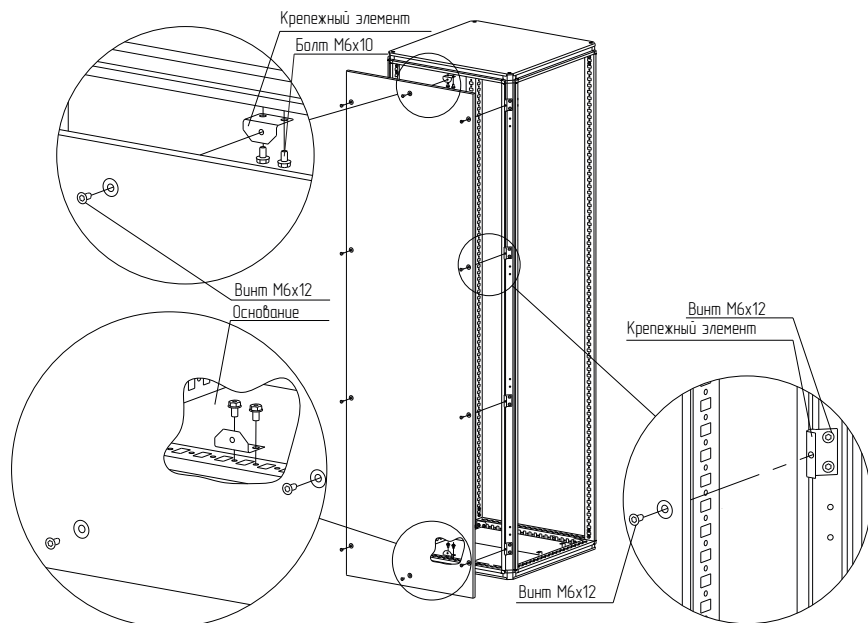

Рисунок 4
4.2.2 Закрепить восемь крепежных элементов на стойках каркаса (рисунок 4). Для крепления использовать винты М6х12. Момент затяжки – 7 Н·м.
4.2.4 Закрепить панель заднюю на крепежных элементах винтами М6х12 (рисунок 4).